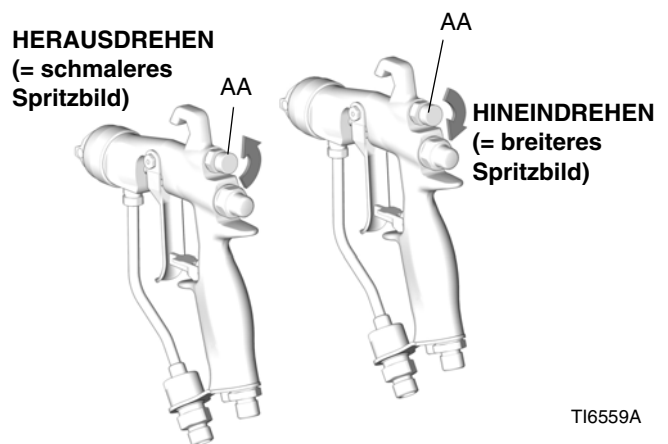

ABB. 7. Luftzufuhr-Kopf für Spritzbildeinstellung
- Siehe ABB. 7. Die Steuerluft zur Musteranpassung durch vollständiges Drehen des Knaufs (AA) im Uhrzeigersinn abriegeln. Damit wird die größte Spritzbildbreite eingestellt.
- Siehe ABB. 7. Für ein engeres Muster den Regler gegen den Uhrzeigersinn zur Mustereinstellung (AA) drehen. Ist das Spritzbild immer noch nicht schmal genug, den Luftdruck der Spritzpistole etwas erhöhen oder eine andere Spritzdüsengröße einsetzen.